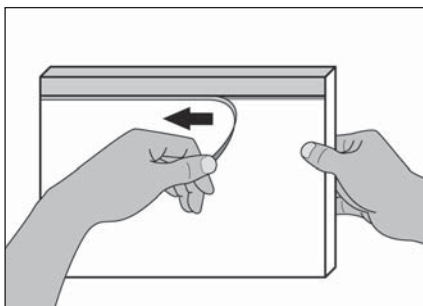

ABBILDUNG 22
8. Nehmen Sie Ihr gebundenes Dokument aus dem Kühlständer und ziehen Sie das Trennpapier des Binderückens auf der Vorderseite der Bindung ab (siehe Abbildung 22). Wenn sich das Trennpapier nur schwer ablösen lässt, muss der Leim noch weiter auskühlen. In diesem Fall stellen Sie das Buch zurück in den Kühlständer und versuchen es nach ein paar Minuten erneut.